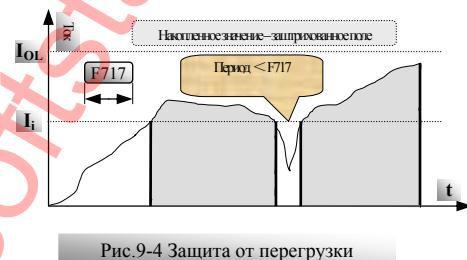

Рис. 9-4 Защита от перегрузки
- Диаграмма на Рис.9-4 иллюстрирует работу защиты от перегрузки: